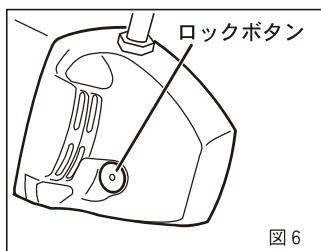
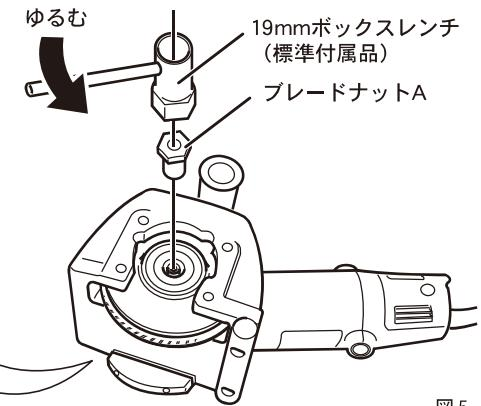

図6
図5
②モータにあるロックボタンを押しながら(図6)、ブレードナットAを付属のボックスレンチで外してください。(図5)